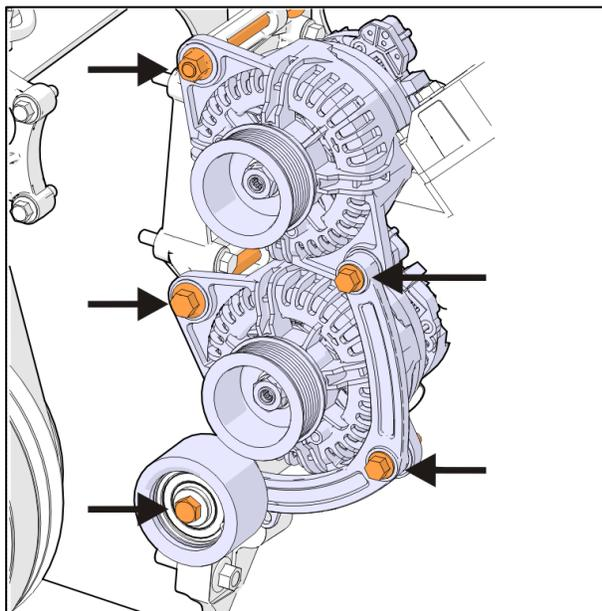

FIGURE 4
2. Enlever les alternateurs existants. Pour cela, dévisser les quatre boulons (4) de montage indiqués sur Figure 4. Disposer des vis et des alternateurs.